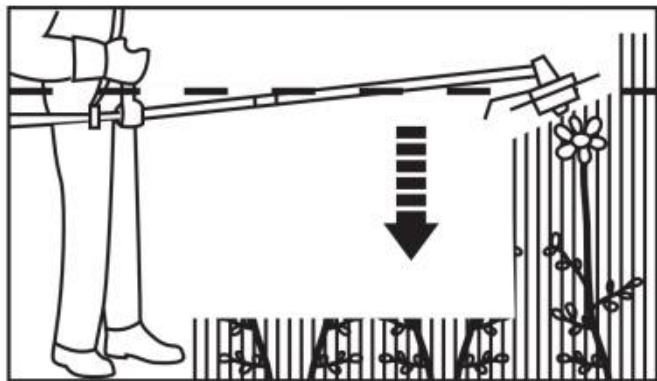

Fig. 43
4. Nigdy nie trzymaj głowicy tnącej wyżej niż biodro (rys. 43); im wyżej trzymasz głowicę tnącą, tym większe jest ryzyko wyrzucenia przedmiotów.